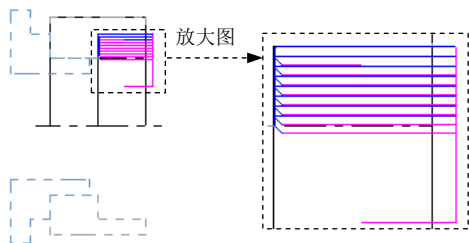

图 13.9.5 刀具路径
在“车床粗加工 属性”对话框中单击 **粗加工参数** 选项卡, 在 **粗车方向/角度** 下拉列表中选择 选项, 其他参数采用系统默认设置值。单击该对话框的 按钮, 完成粗车内径参数的设置, 此时系统将自动生成图 13.9.5 所示的刀具路径。
(1) 在“操作管理器”中单击 刀具路径 - 17.4K - ROUGH_ID_LATHE.NC - 程序号码 0 节点, 系统弹出“路径模拟”对话框及“路径模拟控制”操控板。
(2) 在“路径模拟控制”操控板中单击 按钮, 系统将开始对刀具路径进行模拟, 结果与图 13.9.5 所示的刀具路径相同, 在“路径模拟”对话框中单击 按钮。